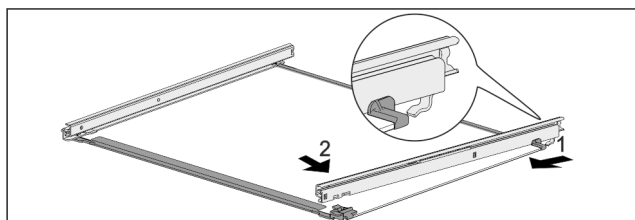

Fig. 128 Skleněná deska s kolejničkami
- ▶ Zahákněte kolejničku vzadu. Fig. 128 (1)
- ▶ Zaklapněte kolejničku vpředu. Fig. 128 (2)